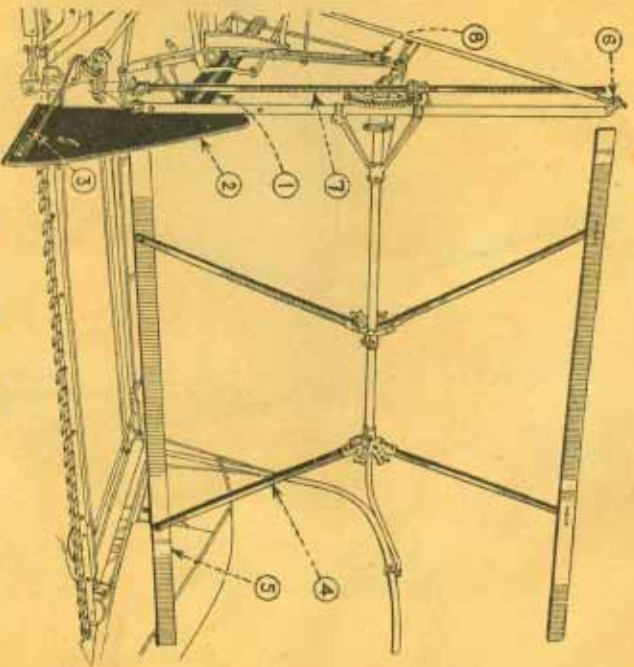

Abbildung Nr. 23.
7. Hebe die Haspel in aufrechte Stellung und befestige den Hoch- und Triebwellen-Hebel (in der Mitte) an der Haspel-Stütze (HA 4814), wobei die HASPEL-HEBEL-RIEGELSTANGE AN DIE AUSSENSEITTE DES HEBELS kommt, um nicht mit den Haspel-Latten in Berührung zu kommen. (Siehe auch Abbildung Nr. 23).